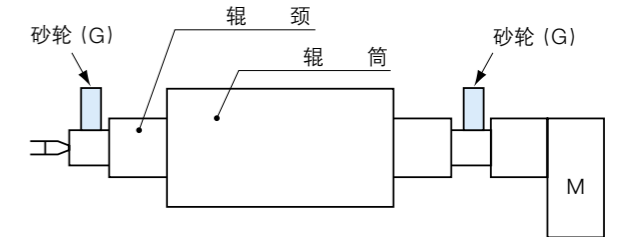

图 3.30
- 首先对轧辊基面部分挡肩径面（轧辊研磨支承面）进行研磨。研磨以后，检查圆度、跳动及圆柱度（见图 3.30）。